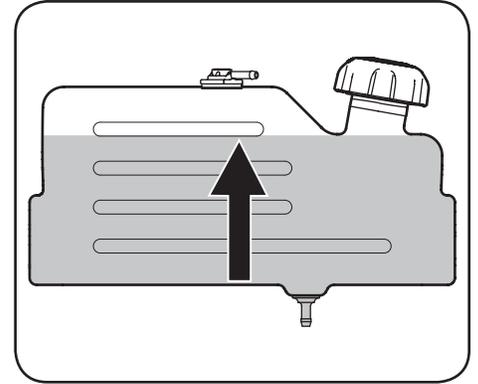

Figura 2-8
- Cargue el depósito de combustible con gasolina. Sólo se debe utilizar gasolina limpia, nueva (con menos de 30 días de antigüedad) y sin plomo. Llene el depósito hasta la base del cuello de llenado dejando espacio para la dilatación del combustible. **NO LLENE EL DEPÓSITO DE COMBUSTIBLE AL MÁXIMO.** Consulte la Figura 2-8.